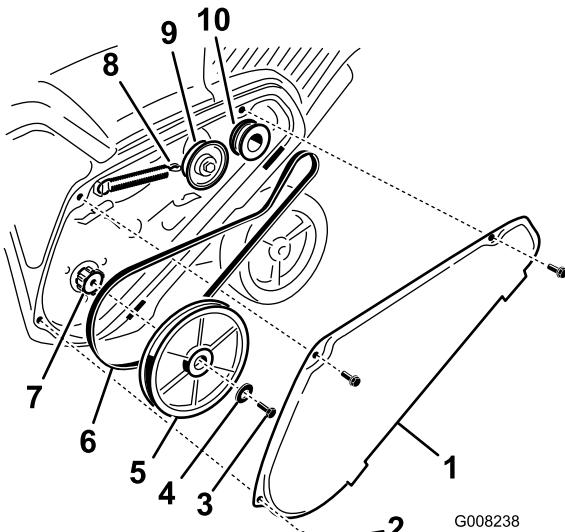

Figure 27
1. Déposez le couvercle de la courroie d'entraînement après avoir enlevé les 3 boulons comme illustré à la Figure 27.
- Décrochez le ressort de frein du bras de la poulie de tension pour détendre la courroie (Figure 27).
- Enlevez la vis et la rondelle bombée qui retiennent la poulie de rotor (Figure 27).
- Retirez la poulie de rotor et la courroie d'entraînement (Figure 27).
Remarque: Acheminez la courroie neuve autour de la poulie du moteur, puis de la poulie de tension, et enfin autour de la poulie de rotor desserrée, située juste au-dessus de l'arbre de rotor (Figure 27).
- Montez la poulie de rotor sur l'arbre de rotor (Figure 27).
- Montez la rondelle bombée et le boulon de fixation de la poulie de rotor, et serrez-les solidement (Figure 27).